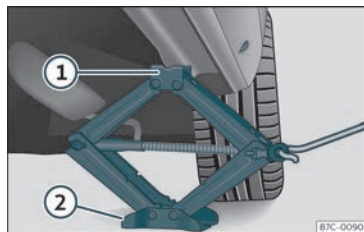

Fig. 35 Traveseiro: colocación do gato do vehículo.
- Xire a manivela do gato*, situado debaixo do punto de apoio do traveseiro, para elevar a ata que a pestana ① »» fig. 35 estea situada baixo o aloxamento previsto.
- Alíñe o gato* para que a pestana ① “agarrar” no aloxamento previsto do traveseiro e a placa base móbil ② descanse no chan. A placa base ② debe caer verticalmente con respecto ao punto de soporte ①.